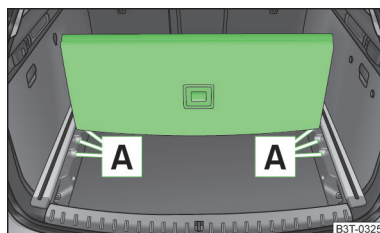

Fig. 96
- Introducir el borde posterior en uno de los orificios **A** » fig. 96.